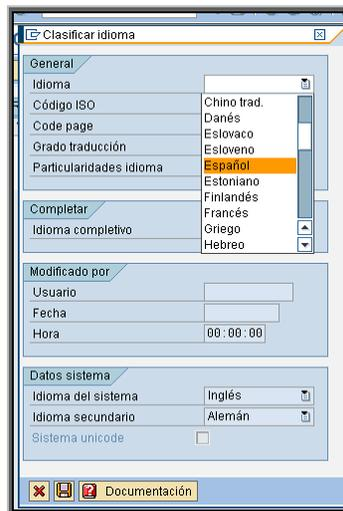

Figura 3.5.17 Clasificación de Idioma
- Presionar: Clasificar Idioma, como se indica en la figura 3.5.17.